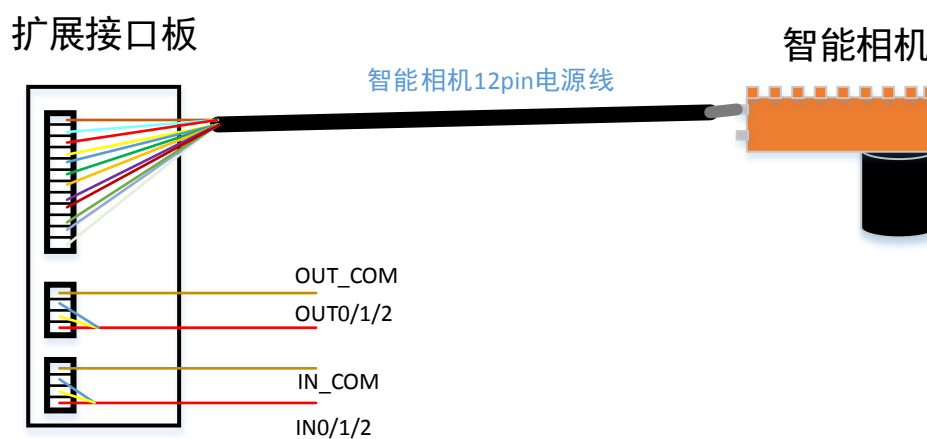

图2-9 扩展接口板接线
4. 使用扩展接口板扩展模块时，接线方式如图 2-9 所示，使用扩展接口板模块供电，设备仅需将电源线接入相应接口即可。